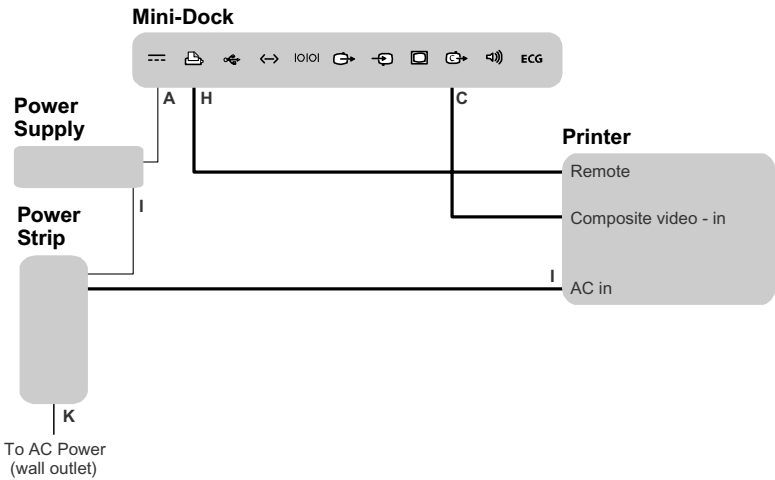

Figure 3 Connexion de l'échographe et d'une imprimante sur la station MDSe
La station MDSe permet la connexion d'une imprimante couleur ou noir et blanc. Voir Figure 3. Pour consulter les instructions d'utilisation de l'imprimante, y compris les avertissements et mises en garde, se reporter au mode d'emploi correspondant.
3	Connecter les câbles. Voir Figure 3 , page 13 et « Symboles des câbles, des connecteurs et du mini-dock », page 19. • Câble de commande d'impression au cheminement prédéterminé (H) • Cordon d'alimentation secteur de l'imprimante (I) • Câble vidéo composite au cheminement prédéterminé (C)